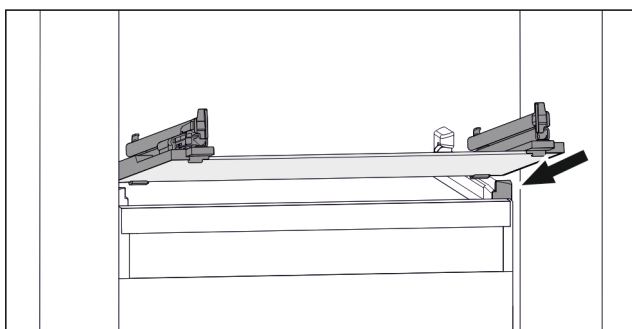

Fig. 124 Simbolična slika steklene plošče
- ▶ Steklo ploščo postavite v poševnem položaju za zaustavljalniki. (glejte Fig. 124)